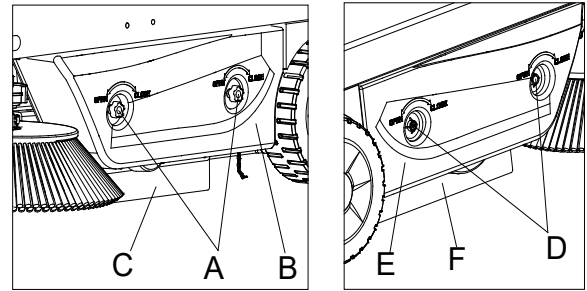
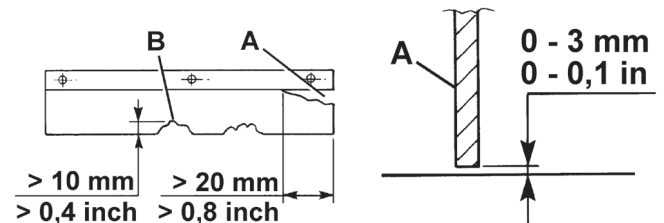
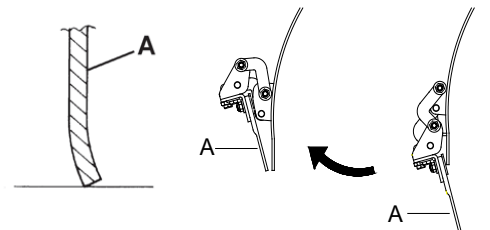

Figure 30
Figure 31
Figure 32
4. Dévisser les écrous (A et D, figure 30) et retirer les carters gauche (B, figure 30) et droit (E, figure 30).
5. Contrôler si les lames latérales (C et F, figure 30) sont intactes. S'il y a une coupure de plus de 20 mm (A, figure 31) ou une fissure de plus de 10 mm (B, figure 31), remplacer la lame (se reporter au manuel d'entretien pour le remplacement de la lame).
6. Vérifier que la distance entre le sol et la lame latérale (C, F, figure 30) est comprise entre 0 et 3 mm (A, figure 31). Si nécessaire, régler la hauteur de la lame en ajustant les filets des vis (A, figure 32).